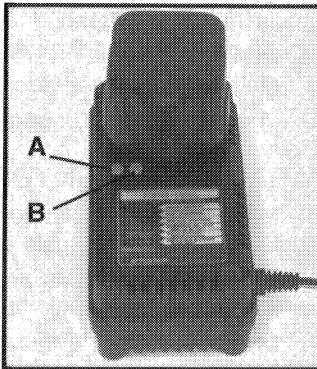

Fig. 3
Asegúrese de que el voltaje del circuito eléctrico sea igual al indicado en la placa de especificaciones del cargador. Conecte el cargador a la fuente de electricidad. El indicador verde (A) Fig. 3, debe iluminarse intermitentemente. Esto indica que el cargador está listo para cargar.
Ponga el paquete de batería arriba del cargador, y alinee la lengüeta del paquete de batería con la ranura del cargador. Meta el paquete de batería en el cargador (vea la Fig. 3). Presione ligeramente sobre el paquete de baterías para asentarlo dentro del cargador.
El indicador verde (A) Fig. 3, debe empezar a iluminarse continuamente para indicar que el paquete de batería está recibiendo una «Carga Rápida» (si la luz verde no se ilumina continuamente, o si el indicador rojo (B) Fig. 3 también empieza a iluminarse intermitentemente: vea DIAGNÓSTICOS). Despues de aproximadamente una hora, el indicador de la «Carga Rápida» debe apagarse para indicar que el paquete de batería está completamente cargado y que el cargador le está dando una «Carga Lenta». Puede dejar el paquete de batería en «Carga Lenta» hasta que lo quiera usar.
El Cargador, Modelo 8621, viene con un sistema diagnóstico que revisa automáticamente el paquete de batería cada vez que el paquete se mete en el cargador. Si no encuentra problemas, el cargador empezará automáticamente la «Carga Rápida» como está indicado en la sección anterior de PARA CARGAR NORMALMENTE. Si encuentra un problema, lo indicará usando las luces indicadoras (vea la Fig. 3) según lo siguiente: